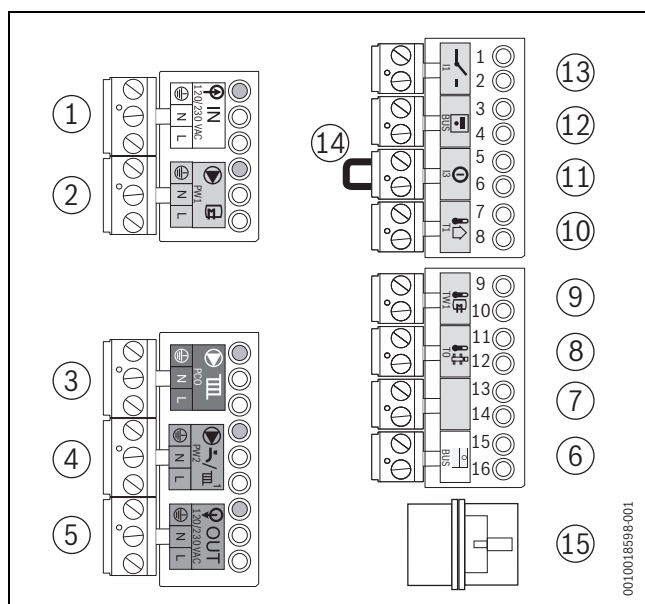

Fig. 46 Borniers
- Raccorder le thermostat marche/arrêt à la borne de raccordement I1 (→ fig. 46, [13], page) (accessoire).
- Régulateur sur borne de raccordement BUS (→ fig. 46, [6], page). Utiliser pour cela un câble électrique bifilaire de 0,4 à 0,75 mm².
- Raccorder le câble de raccordement [2] à la borne de raccordement orange BUS (→ fig. 46, [6],) et l'amener vers le premier module de fonction.
- Retirer le pont (→ fig. 46, [14], page) sur la borne de raccordement ①.
- Raccorder la sonde de température extérieure à la borne de raccordement T1 (→ fig. 46, [10], page).
- Raccorder la sonde de température ballon à la borne de raccordement TW1 (→ fig. 46, [9], page).
- Raccorder la pompe de chauffage à la borne de raccordement verte ► **PCO** (→ fig. 46, [3], page).
- Raccorder la pompe de bouclage à la borne de raccordement ► **PW2** (→ fig. 46, [4], page).
- Raccorder la pompe de charge ECS à la borne de raccordement grise ► **PW1** (→ fig. 46, [2], page).
- Raccorder la vanne à 3 voies externe à la borne de raccordement grise ► **PW1** (→ fig. 46, [2], page).